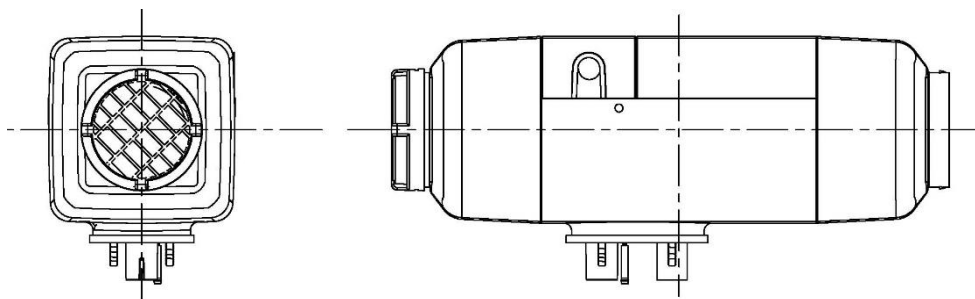

图 10
5.2.3 主机的安装方向如图 10 所示。
必须注意：按照图 10 所示水平方向安装，不允许出现倾斜角度，否则会影响正常工作。